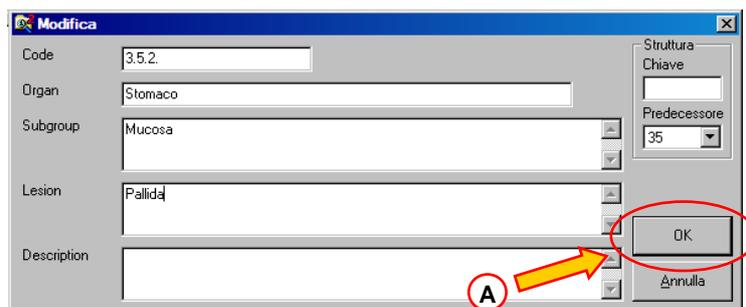

Fig 70
Si aprirà una finestra di “edit” (“modifica”) che permette di visualizzare e modificare tutti i dati di un certo elemento (Fig 70).
5. Cliccare il pulsante **OK** (Fig 70 A).